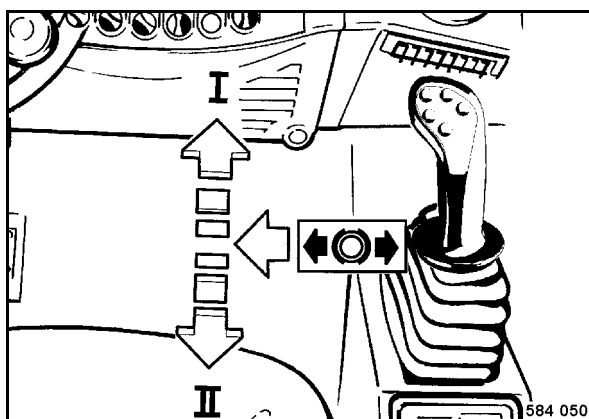

Fig. 202
- Desplazar la palanca de marcha (Fig. 202) hacia adelante, hacia atrás y a posición de frenado. Mientras tanto hay que comprobarla por funcionamiento, movimiento suave, libertad de juego y deterioros.